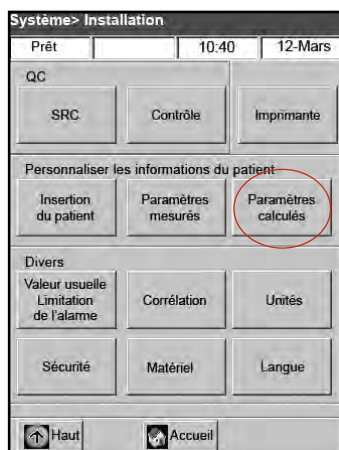

Figure H-12 : Écran "Système> Configuration"
3. Sur l'écran "Configuration", sélectionnez "**Paramètres calculés**" (Figure H-12).